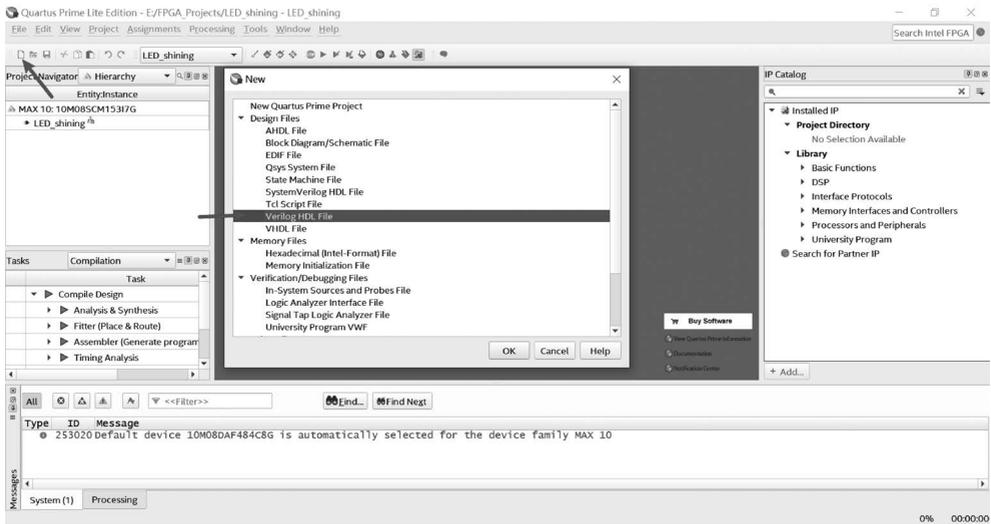

图 3.37 Verilog HDL 代码编写、保存页面
(1) 选择 File→New 选项,或单击工具栏中的 New 按钮,选择 Verilog HDL File 文件类型,单击 OK 按钮,Quartus 软件会新建并打开 Verilog 文件。
(2) 在新建的 Verilog 文件中进行 Verilog HDL 代码编写、保存,文件名为 LED_shining.v,程序源码如代码 3.3 所示。Verilog HDL 代码编写、保存页面如图 3.37 所示。